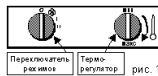

рис. 1
5.2 На рис. 1 показана панель управления ТПЦ2, ТПЦ3, ТПЦ5, ТПЦ9, ТПЦ15, ТПЦ23.